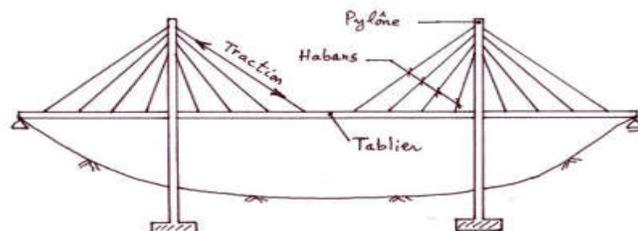

Fig. 34 Pont à haubans symétrique.
4.5.9 **Pont à haubans** : Le tablier est relié directement aux pylônes par des câbles obliques appelés haubans (fig. 34). Ils sont disposés, soit en une seule file dans l'axe du pont, soit en deux files latérales. Ce type d'ouvrages est de plus en plus utilisé à nos jours.